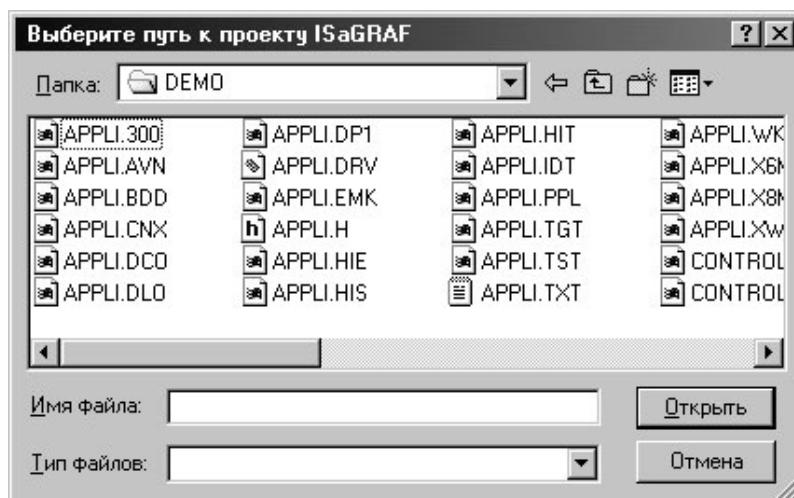

Рисунок 4.30 - Добавление переменных проекта ISaGRAF v.3.x
- б) будет выведено окно для добавления переменных проекта ISaGRAF v.3.x в пространство имён TeconOPC (Рисунок 4.30). Переменные добавляются в пространство имён путём анализа файлов проекта;